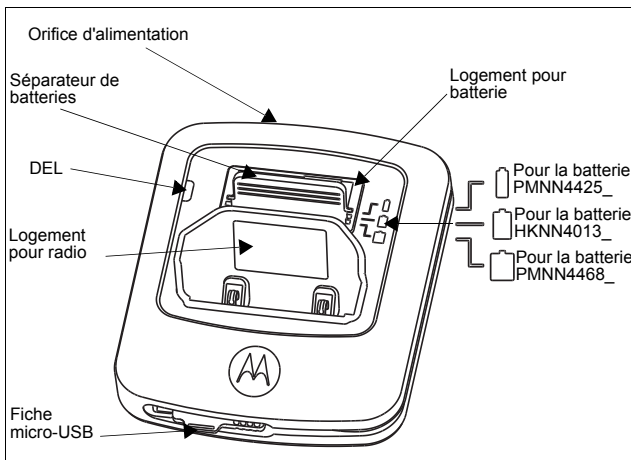

Figure 1 : Chargeur pour triple unité
- a. Retirez le séparateur de batteries, puis réinsérez-le dans le logement en le faisant glisser selon le type de batterie à charger. (Voir la Figure 1).